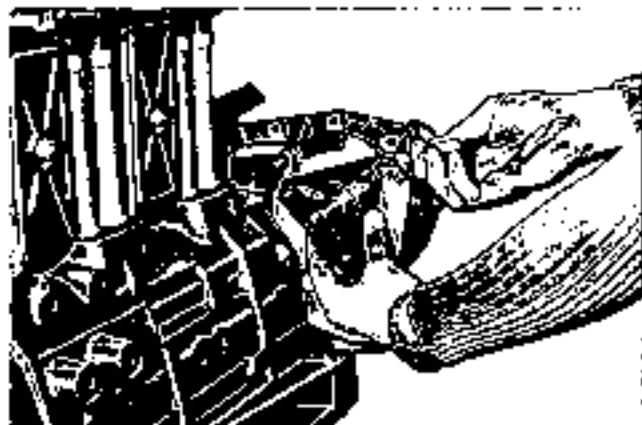

Fig. 40 - Messa in fase della pompa rotativa
- Fissare l'ingranaggio della pompa d'iniezione all'apposita piastra 5.9030.446.0 mediante un punteruolo, segnare la flangia della scatola del regolatore in corrispondenza del gradino situato sulla piastra (Fig. 40).